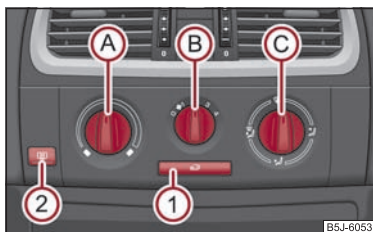

Abb. 91 Heizung: Bedienelemente
Die Luftzufuhr für die einzelnen Düsen stellen Sie mit dem Luftverteilungsregler ein \Rightarrow Abb. 91. Die Luftaustrittsdüsen 3 und 4 können einzeln geschlossen und geöffnet werden.
- Drehen Sie den Drehregler \Rightarrow Abb. 91 nach rechts, um die Temperatur zu erhöhen.
- Bedienelemente **(A)**, **(B)**, **(C)** und die Taste **(1)** ⇒ Seite 80, Abb. 91.
- Drücken Sie die Taste  ① ⇒ Seite 80, Abb. 91, in der Taste leuchtet die Kontrollleuchte auf.
Wenn der Luftverteilungsregler  ⇒ Seite 80, Abb. 91 steht, wird der Umluftbetrieb automatisch ausgeschaltet. Durch wiederholtes Drücken der Taste  können Sie auch in dieser Stellung den Umluftbetrieb wieder einschalten.